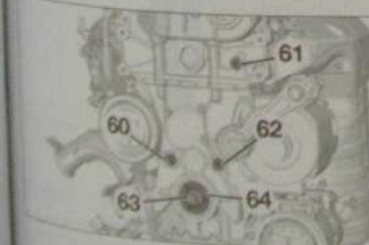
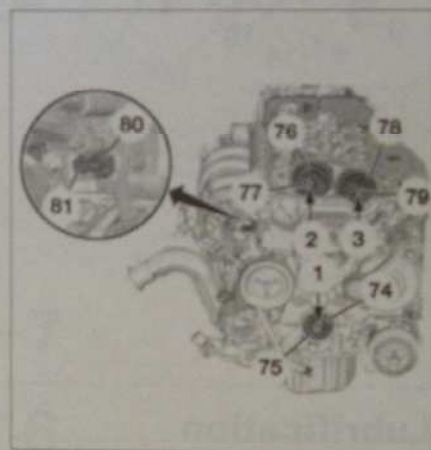

Fig. 25
Fig. 29
- les vis (60), (61), (62) et (63) (Fig.25),
- le moyeu de vilebrequin (64).
- le moyeu de vilebrequin (74) (Fig.29),
- la vis de fixation (75) du moyeu de vilebrequin,
- le pignon d'arbre à cames d'admission (76) puis coiffer la chaîne sur le pignon,
- la vis de la poulie d'arbre à cames (77),
- le pignon d'arbre à cames d'échappement (78) puis coiffer la chaîne sur le pignon,
- la vis de la poulie d'arbre à cames (79),
- les vis (60), (61) et (62) (Fig.25).
- Bloquer les vis les vis (60), (61) et (62).
- Serrer le tendeur modifié (80) (Fig.29).
- Serrer la vis (81) du tendeur modifié (80) jusqu'au contact avec le guide tendeur afin d'empêcher son recul.